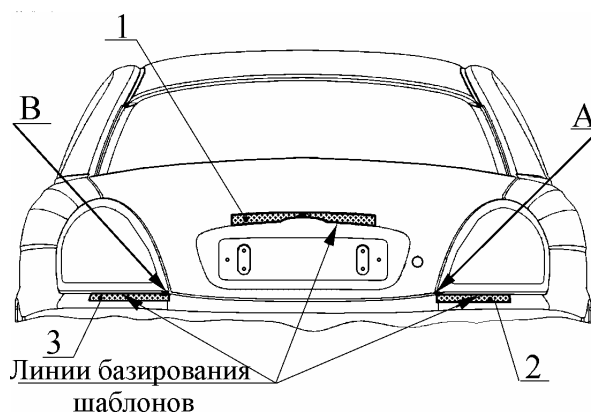

Рис.51. Установка орнаментов:
5.22. Установить орнамент 1 (рис. 51) крышки багажника, орнамент 2 индекса модели и орнамент 3 типа двигателя, предварительно сняв с деталей защитную пленку. Точки А и В совместить с углами задних фонарей